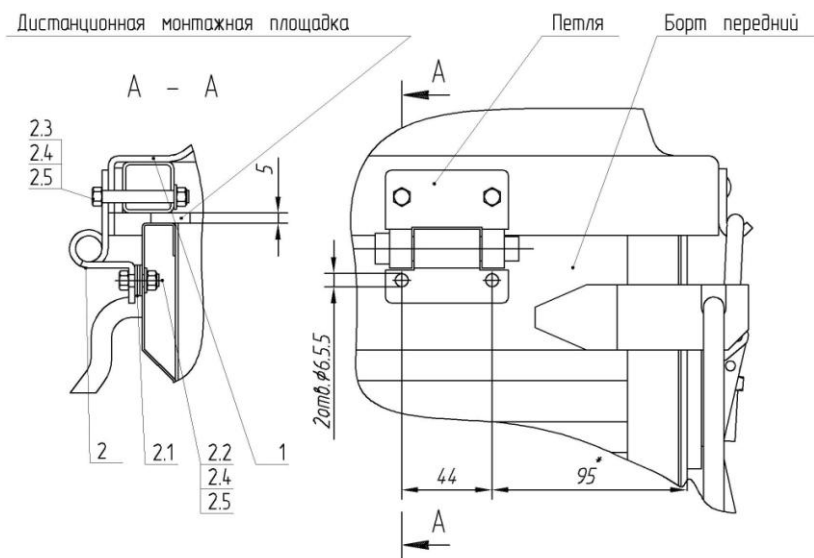

Рисунок 1.
4. Приподнять переднюю часть крышки и положить между передним бортом прицепа и передней частью рамки крышки любую дистанционную монтажную прокладку толщиной 5мм (рис. 1).
6. Просверлить отверстия $\varnothing 6.5\text{мм}$ для крепления крышки, используя петли как шаблон, в переднем борту прицепа, как показано на рис.1